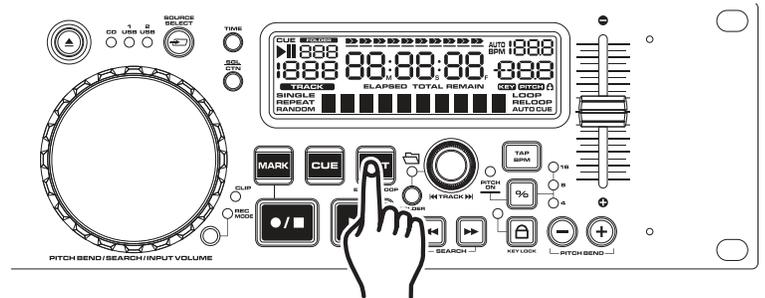

Abbildung 21
1) Drücken Sie auf die PLAY/PAUSE-TASTE (16), um den Wiedergabe-Modus zu starten.
2) Drücken Sie auf die OUT/EXIT/RELOOP TASTE (18), um den Endpunkt Ihres nahtlosen Loops zu setzen (Abbildung 21). Die Tasten OUT und CUE leuchten, um anzuzeigen, dass Sie sich gerade in einem NAHTLOSEM LOOP befinden. Drücken Sie erneut auf die OUT-Taste, um den Loop zu verlassen.